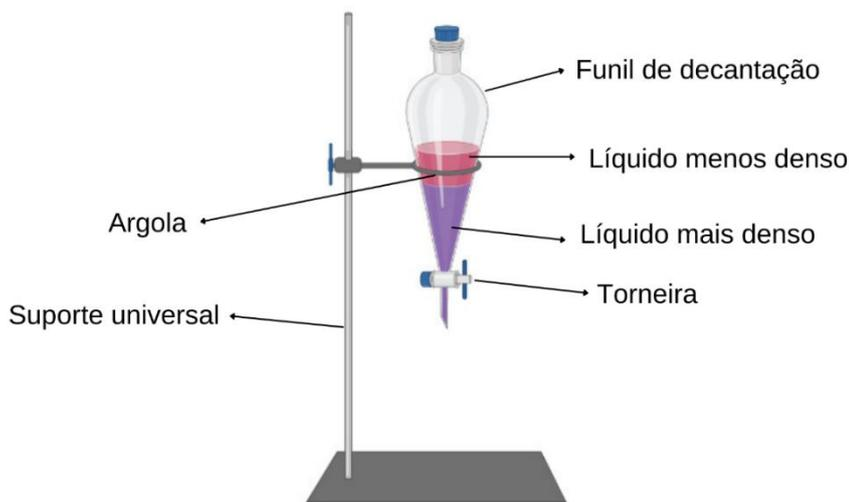

Figura 6: Esquema da técnica de decantação
**Decantação:** utilizada na separação de dois líquidos não miscíveis (Figura 6).